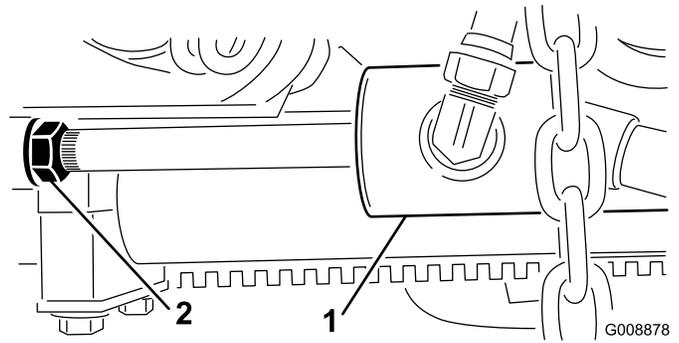

Figure 10
- B. Desserrez l'écrou de blocage sur le vérin (Figure 10).